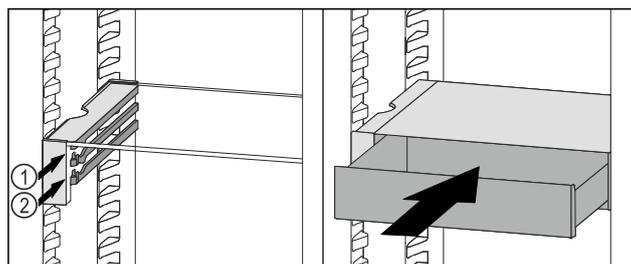

Fig. 55
- ▶ Predal VarioSafe namestite za zaustavljalnimi elementi na zeleni nastavek Fig. 55 (1) ali Fig. 55 (2).